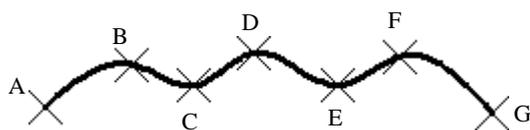

图 17.3.2 绘制样条曲线
次选取图 17.3.2 所示的 A、B、C、D、E、F、G 七个位置点，按 Enter 键结束样条曲线的绘制，完成如图 17.3.2 所示。
Step3. 绘制圆弧 1。选择下拉菜单 **绘图(D)** → **圆弧(A)** → **起点、端点、半径(R)** 命令，分别选取图 17.3.2 所示的圆弧起点 G 和端点 A，输入圆弧的半径为 75 并按 Enter 键，完成圆弧的绘制，如图 17.3.3 所示。
Step4. 绘制圆弧 2。选择下拉菜单 **绘图(D)** → **圆弧(A)** → **起点、端点、半径(R)** 命令，选取图 17.3.4 所示的圆弧起点 A 和图 17.3.2 所示的端点 B，输入圆弧的半径为 75 并按 Enter 键，完成圆弧的绘制，如图 17.3.4 所示。